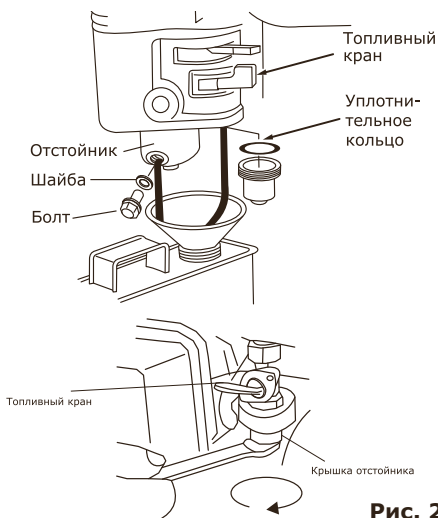

Рис. 27
- Отверните болт крышки отстойника, расположенный снизу топливного крана при помощи ключа (рис. 27);